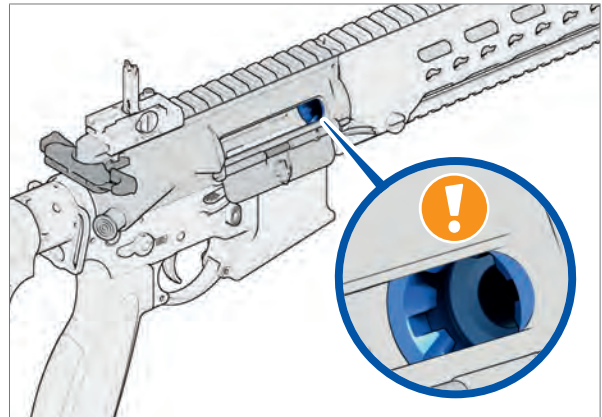

Abb. 16: In das Patronenlager schauen
4. In das Patronenlager schauen (Abb. 16). Es darf sich keine Patrone im Patronenlager befinden. Befindet sich eine Patrone im Patronenlager, liegt eine Störung vor. ► Störungen: Ursachen und Beseitigung.